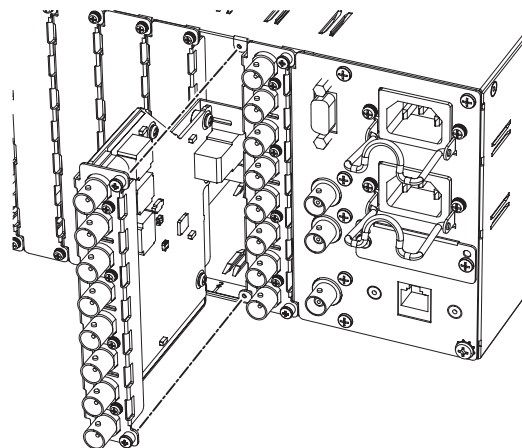

図 2
**2** スロットに挿入し、2 か所のねじで固定する (図 2)